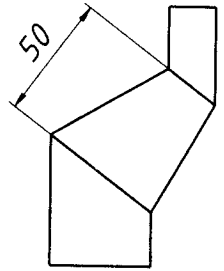

Рис. 8.11
**Rotated** — використовується для нанесення розмірної лінії під заданим кутом (рис. 8.11).